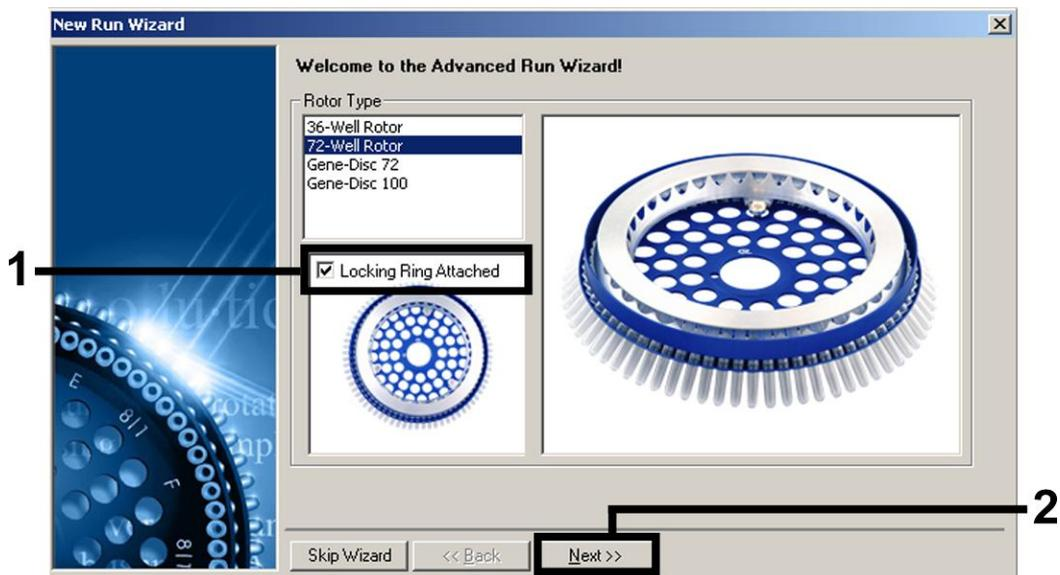

Figure 1. Boîte de dialogue « New Run Wizard ».
5. Ouvrir la boîte de dialogue « New Run Wizard » (Assistant de lancement d'un nouveau cycle) (figure 1). Cocher la case « Locking Ring Attached » (Anneau de blocage posé) et cliquer sur « Next » (Suivant).